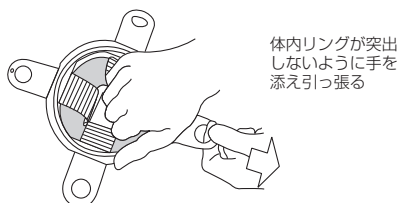

図6
11. 次に図6に示すように体内リングが飛び出さないように手を添えてフラップを一本ずつ引っ張り開創する。